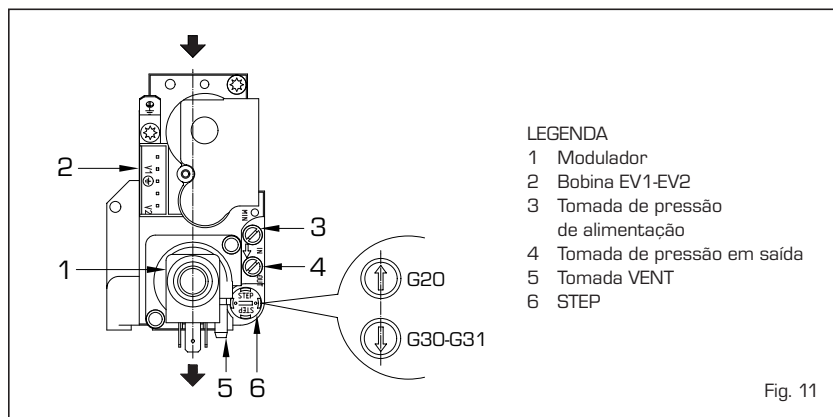

Fig. 11
- Tire a cápsula (3) do modulador.
- Verificar a pressão de alimentação da respectiva tomada (3 fig. 11) com caldeira a potencia máxima.
- Regule a pressão máxima no parafuso (1) com uma chave fixa procurando o valor da pressão máxima indicado na **Tabela 3**.